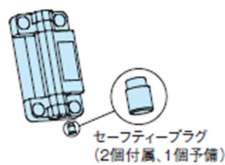

図. 9
- セーフティプラグ × 2 (予備1個) (図.9)
- ・調整が完了したら、セーフティープラグをはめてください。(保護等級 IP67 を保証するため、必ずはめてください) (図. 9 参照)